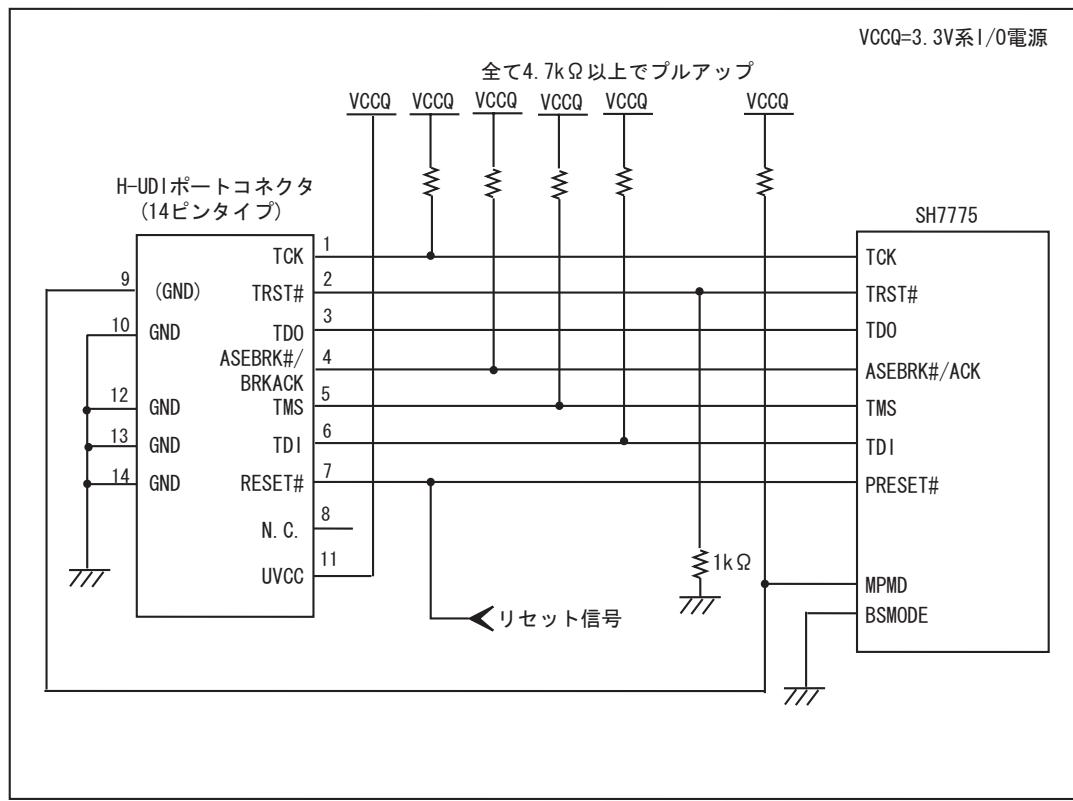

図 1.6 E10A-USB 使用時の H-UDI ポートコネクタ - チップ間の推奨接続例(14 ピンタイプ)
E10A-USB エミュレータ使用時の H-UDI ポートコネクタ(14 ピンタイプ)とチップ間の推奨接続例を図 1.6 に示します。
- 図 1.6 は、E10A-USB 接続時 "0"(GND 接続)になるように、E10A-USB のユーザインタフェースケーブルを接続した時、GND となる回路例です。
6. 図 1.6 に記載されている抵抗値は、参考値です。
- 図 1.6 の回路を組んだ場合の E10A-USB エミュレータのスイッチ設定 : SW2=1, SW3=1